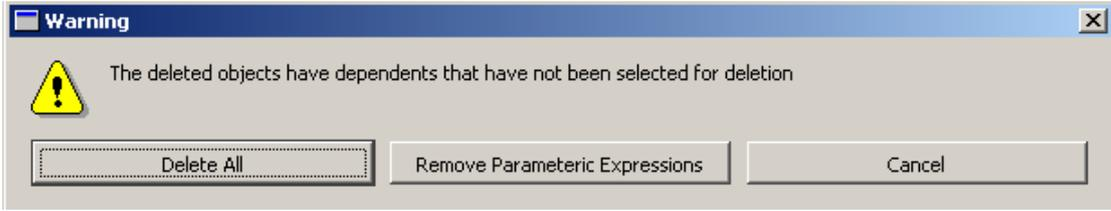
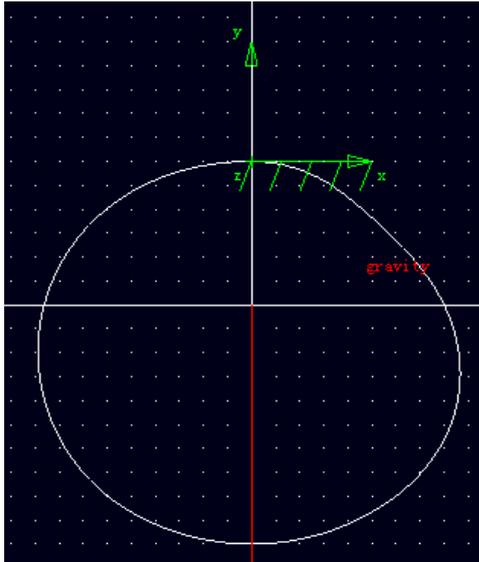

图 4-1 删除命令的提示框
图 4-2 删除球体之后的图形
4.1 凸轮的轨迹曲线生成后，在球体（PART_2）上右击鼠标，选择 **Part: PART_2→Delete**，出现如图 4-1 所示的对话框，表示将要删除球体及其与之相关的约束和运动副。点击 **Delete All**，删除球体（PART_2）。
4.2 在球体（PART_3）上右击鼠标，选择 **Part: PART_3→Delete**，同样出现图 4-1 所示的对话框，点击 **Delete All**，删除球体（PART_3）。删除之后的图形如图 4-2 所示。